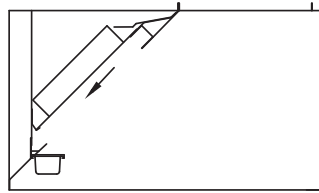

Fig. 24
3. Une fois que le filtre est à la hauteur de la goulotte de filtre arrière inférieure, l'engager dans la goulotte, comme sur la Fig. 24.